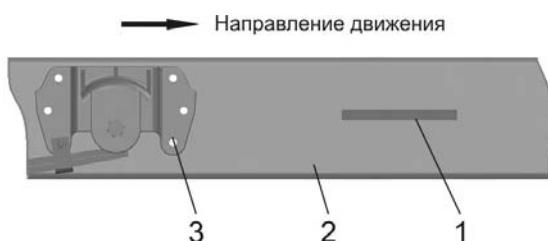

Рис. 1.2. 1 – место нанесения VIN автомобилей и автомобильных шасси с платформой; 2 – лонжерон рамы правый; 3 – передний кронштейн задней рессоры
1.2. Идентификационный номер ТС (VIN) на автомобилях и автомобильных шасси с платформой наносится на правом лонжероне рамы перед передним кронштейном задней рессоры (рис. 1.2, поз. 1).